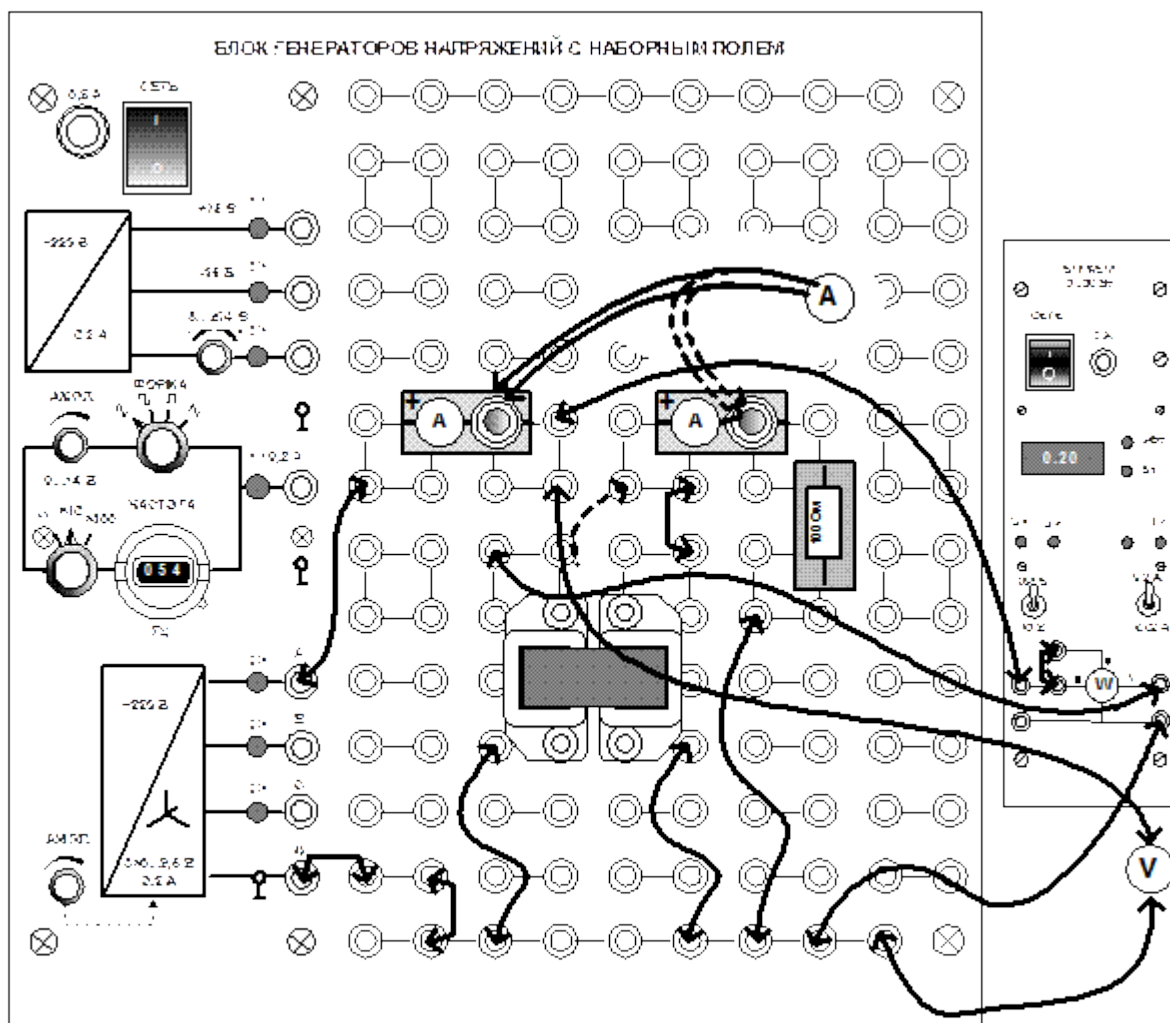

Рис.22.2
- Соберите цепь по монтажной схеме (рис. 22.2). нагрузочный резистор пока не включайте.